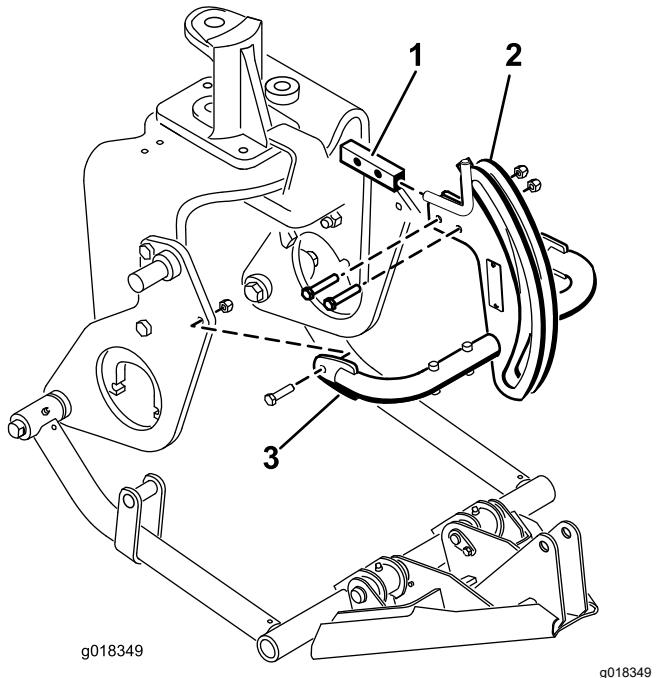

Figure 14
6. Fixez le haut du cadre d'attelage au support à l'aide de 2 boulons ( $\frac{3}{8}$ " x 2") et écrous (Figure 14).
7. Fixez les tubes du cadre d'attelage aux plaques de fixation à l'aide des boulons ( $\frac{3}{8}$ " x 1½") et des écrous (Figure 14), et serrez les fixations.